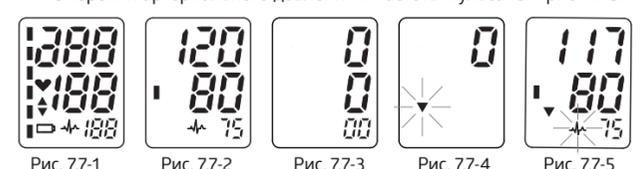

Рис. 7.7-1 Рис. 7.7-2 Рис. 7.7-3 Рис. 7.7-4 Рис. 7.7-5
- После наложения манжеты и расположения вашего тела в правильном положении нажмите на кнопку «СТАРТ». Раздается звуковой сигнал и начнется проверка всех символов дисплея. См. рис. 7.7-1. Обратитесь в сервисный центр, если хотя бы один сегмент отсутствует.